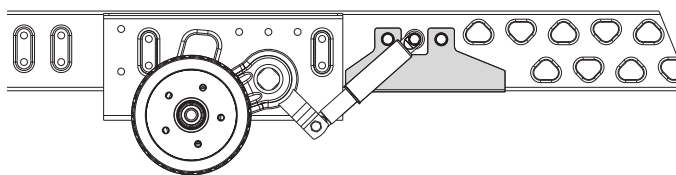

Fig. 14
- Adatto per caravan fino a 1500 kg con telaio Knaus Tabbert / Dyonic AB3 con uno spessore del telaio inferiore a 2,8 mm (Fig. 14).